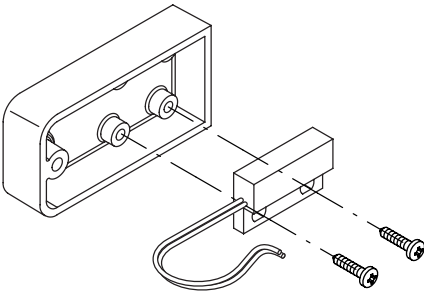

Fig.3
- 2 Fissare i due sensori magnetici ai relativi supporti come indicato in fig. 3
- 2 Fit the two magnetic sensors to the relative bases, as shown in Fig. 3
- 2 Die beiden magnetischen Sensoren an die entsprechenden Halterungen, wie in Abbildung 3 gezeigt, befestigen.